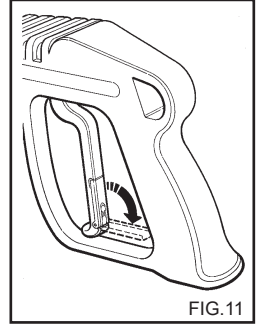

FIG.11
- Quand le nettoyeur haute pression n'est pas utilisé, fermer le dispositif de sécurité de la poignée.(fig.11).